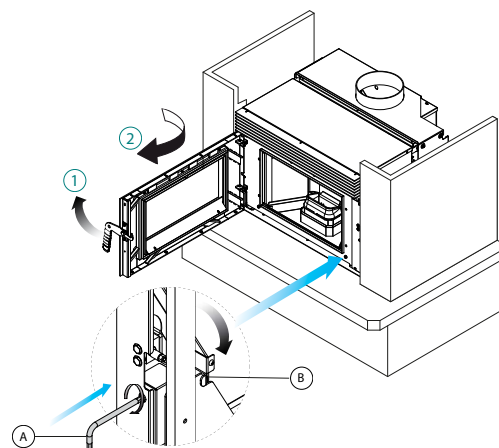

fig. 6.1.13
- 13) Ouvrir la porte, insérer la clé Allen (A) dans le logement de déblocage de l'arrêt ; tourner le levier de fermeture dans le sens horaire, sur (B) pour bloquer les rails (Fig. 6.1.13)